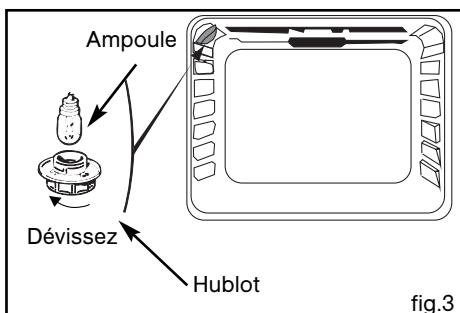

fig.3
A l'intérieur du four (fig.3).
b) Dévissez le hublot (fig.3).